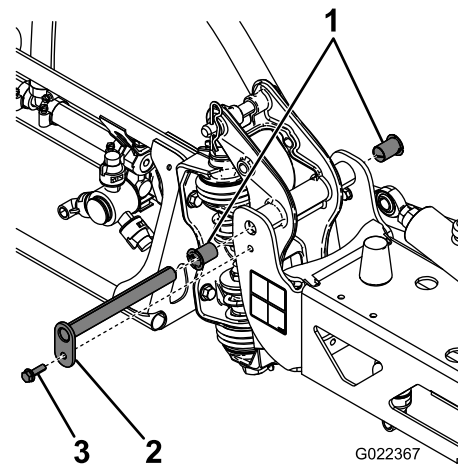

Figura 62
3. Con el peso del brazo apoyado, retire el perno y la tuerca que fijan el pasador de giro al conjunto del brazo (Figura 62).
4. Retire el perno y la tuerca que sujetan el pasador de giro y retire el pasador (Figura 62).
6. Retire los casquillos de nailon desde delante y desde detrás del soporte de giro e inspecciónelos (Figura 62).
7. Aplique una pequeña cantidad de aceite en los casquillos de nylon e instálelos en el soporte del pivote (Figura 62).
8. Instale el conjunto de brazo y soporte del pivote en el bastidor central, alineando los orificios (Figura 62).